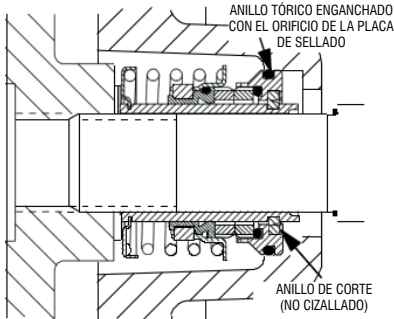

Figura 5. Sello parcialmente instalado
Limpie e inspeccione el impulsor como se describe en Instalación y ajuste del impulsor. Instale el juego completo de cuñas del impulsor (19) suministrado con la junta y atornille el impulsor en el eje hasta que quede asentado contra la junta (ver Figura 5).